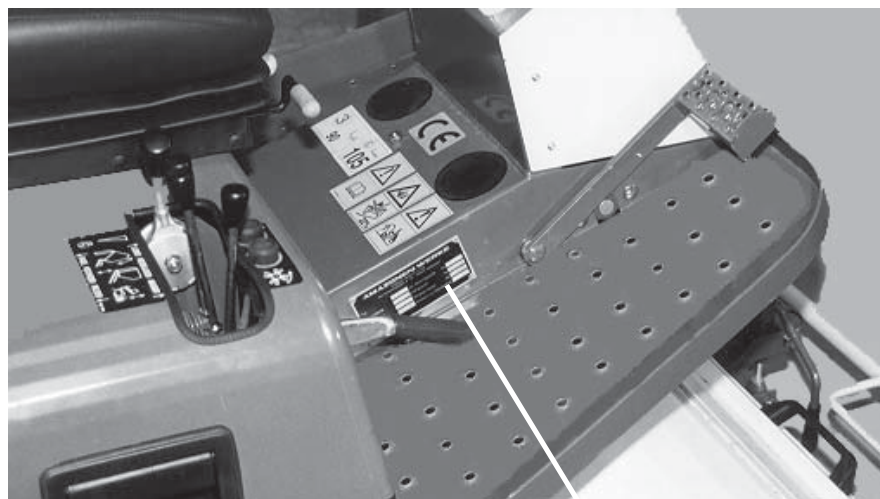

fig. 1a
1.5 Identification de la machine (fig. 1a)